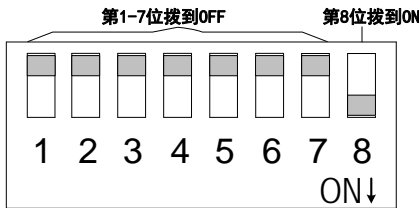

图 3.5 485 通讯控制方式的拨码开关配置
- 2) 将拨码开关第 1~7 位拨到OFF（即拨到上方），第 8 位拨到ON（即拨到下方），这样，驱动器即被配置为通讯控制方式，如图 3.5 所示，0x009c、0x0120 和 0x0121 寄存器使用默认值 0，从站地址/节点ID被配置为 0x01。